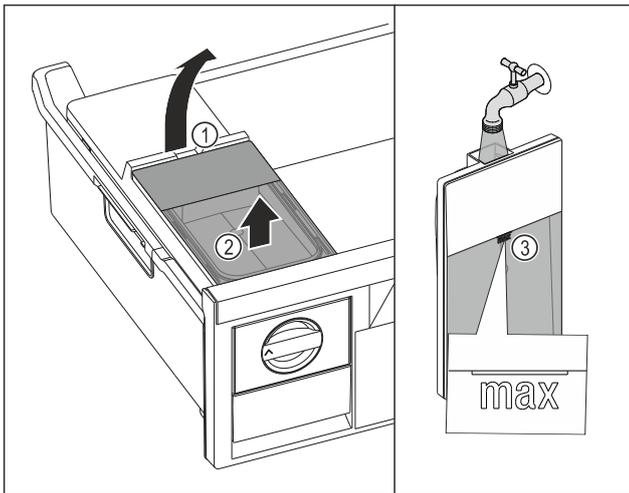

Fig. 180
- ▶ Wassertank an der Aussparung Fig. 180 (1) anheben.
- ▶ Wassertank nach oben entnehmen. Fig. 180 (2)
- ▶ Wassertank bis zur Markierung Fig. 180 (3) mit Trinkwasser befüllen.